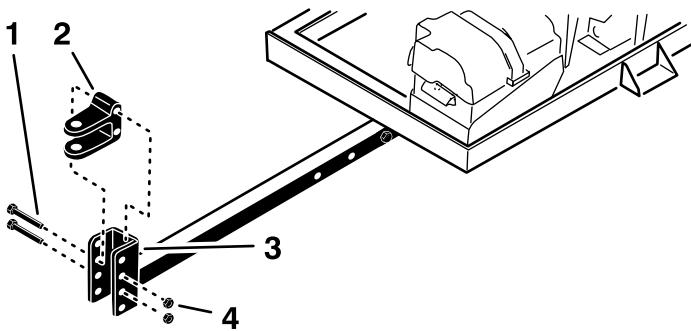

Figura 5
- Retire los 2 pernos y las 2 contratuercas que sujetan la horquilla de enganche (Figura 5) a la barra de enganche.
5. Monte la horquilla del enganche en la barra de enganche con los 2 pernos y las 2 contratuerca (Figura 5).